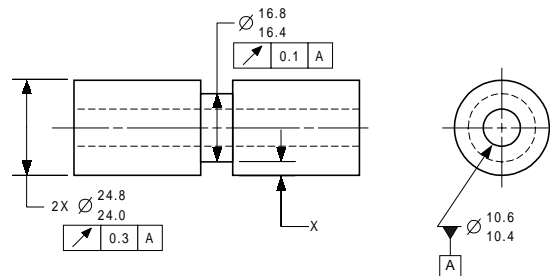

Figura 10
38. En la Figura 10, la máxima distancia que X puede ser es _____.
39. En la Figura 10, la mínima distancia que X puede ser es _____.